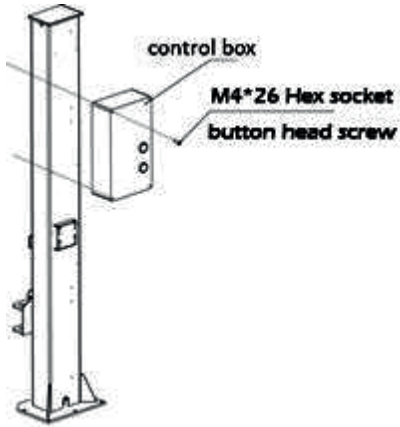

Fig. 10
9. Connect wires (**fig. 10**).